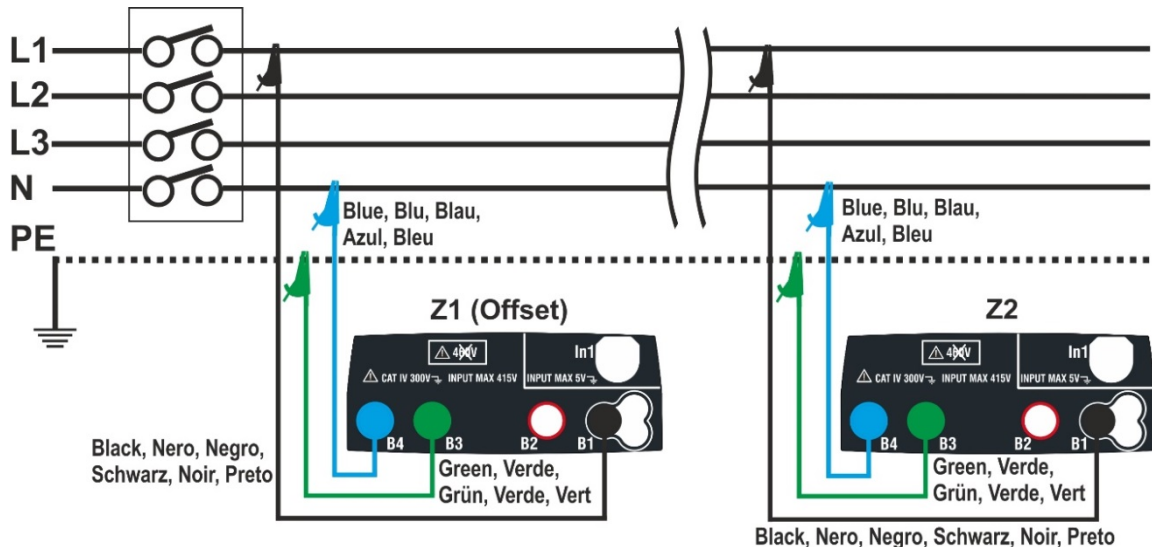

Abb. 34: Verbindung des Gerätes für die Messung des Spannungsfalls in L-N Modus
6. Gehen Sie zum Punkt 9 falls Sie den Z1 (Offset) Wert manuell eingegeben haben. **Falls Sie den Z1 (Offset) Wert NICHT manuell eingegeben haben**, schließen Sie das Gerät an der Hauptverteilung des zu messenden Stromkreises (üblicherweise direkt hinter der Schutzeinrichtung) in Einklang mit Abb. 34 oder Abb. 35 zur Durchführung der ersten **Z1 (Offset)** Impedanzmessung an. In diesem Fall wird das Gerät die Impedanz am Anfangspunkt der Leitung messen und sie als Bezugswert (Offsetwert) betrachten. Die folgende Bildschirmseite (der L-L Messung) erscheint im Display
9. Schließen Sie das Gerät am Endpunkt der zu messenden Leitung in Einklang mit Abb. 34 oder Abb. 35, um die Impedanzmessung (**Z2**) am Ende der Leitung durchzuführen. Der hier nebenstehende Bildschirm erscheint im Display. Beachten Sie dabei auch den im Display angezeigten vorher gemessenen Offsetwert **Z1**